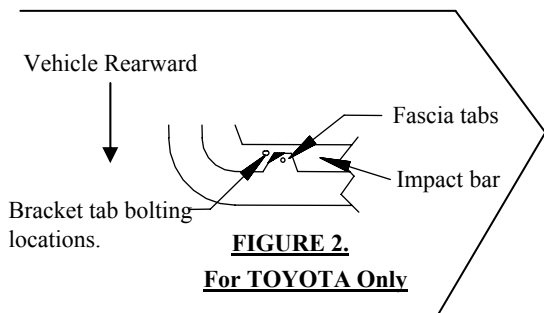

FIGURE 2.
2. On TOYOTA 4RUNNER Vehicles ONLY.- Trim fascia tabs (both sides) near the bottom of the impact bar as needed. (As shown in Figure 2. Page 1).
2. Modèles TOYOTA 4RUNNER SEULEMENT. – Découper au besoin les pattes du carénage (deux côtés) à proximité du bas de la barre d'impact. (Comme illustré à la figure 2, page 1).